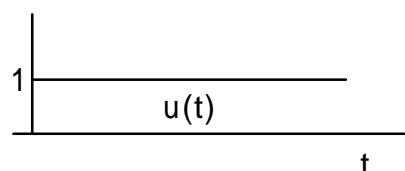

図1 単位ステップ関数
(2) 図表がある場合は必ず本文中で「図1に.....を示す。」などの表現を入れ,「.....を下図に示す。」の表現はさけること。図表には図題(図の下に書く)表題(表の上を書く)を付け,グラフなどでは軸名,単位を書き添えること。グラフが横位置になるときは上をとじること。またコピーおよびファイリングに耐えるよう周囲の余白をとること。